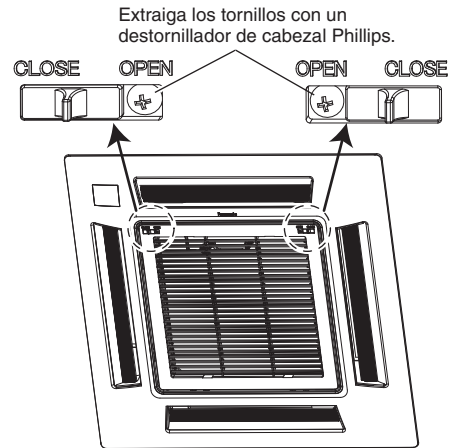

Fig. 7-1
- (1) Quite la rejilla de entrada de aire y el filtro de aire del panel decorativo.
- a) Extraiga los 2 tornillos del cierre de la rejilla de entrada de aire. (Fig. 7-1) (Coloque la rejilla de entrada de aire después de instalar el panel decorativo.)